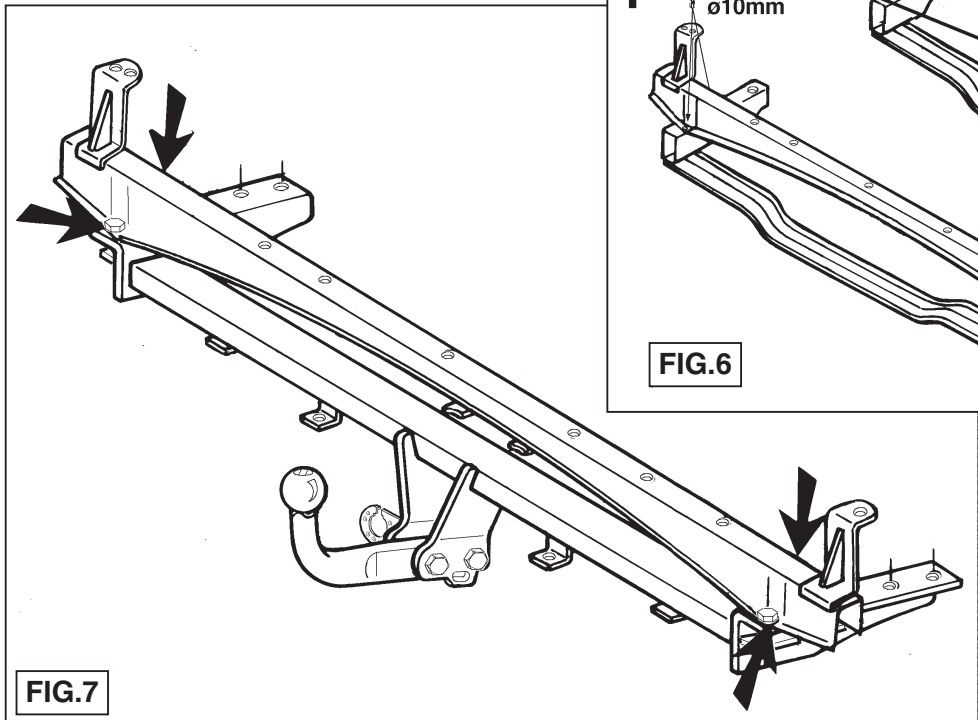

FIG. 7
Fjern metalinderværket fra kofangeren ifølge fig.2. Del inderværket i to dele ifølge fig.6. Hertil skal man bore de angivne svejsepunkter igennem med $\varnothing 10$ mm. Anbring den øverste del (se fig. 7) på trækkrogen, og fastgør denne med fire bolte M8x20 inklusive plan- og fjederskiver. Den nederste del bruges ikke længere. Sav en del ud af kofangeren (Se fig. 9).
Retirar la parte interior de metal del parachoques indicada en la fig. 2. Dividir en dos la parte interior de metal de acuerdo a la fig. 6. Para ello se perforarán con el taladro los puntos indicados de soldadura por puntos hasta $\varnothing 10\text{mm}$. Situar la parte superior en el gancho de remolque de acuerdo con la fig. 7 y fijar con cuatro tornillos M8x20 inclusive arandelas planas y grover. La parte inferior ya no se vuelve a usar. Serrar una parte del parachoques como se indica en la fig. 9.
1. Sgombrare il fondo del vano bagagli ed eliminare i bulloni di supporto del paraurti in base alla fig.1 su entrambi i lati 2x. I bulloni eliminati non verranno rimontati al loro posto. Eliminare il paraurti. Le posizioni dei punti da allentare sono indicate in fig.2. Il paraurti è montato su entrambi i lati con un sistema a scatto. Si rimanda alle figg. 3 e 4. Estrarre il paraurti in base alle indicazioni in fig.5. Non danneggiare il paraurti durante le operazioni di montaggio. Eliminare dal paraurti la sezione metallica interna indicata in fig.2. Dividere in due tale sezione interna in base alla fig.6. A tale scopo è indispensabile praticare dei fori del diametro di 10 mm nei punti di saldatura a pressione indicati. Collocare la parte superiore sul gancio da traino in base alla fig.7 e fissarla con l'ausilio di quattro bulloni M8x20 inclusivi di anelli di chiusura e a molla. La parte inferiore non viene più utilizzata. Segar via una parte del paraurti secondo le indicazioni in fig.9.